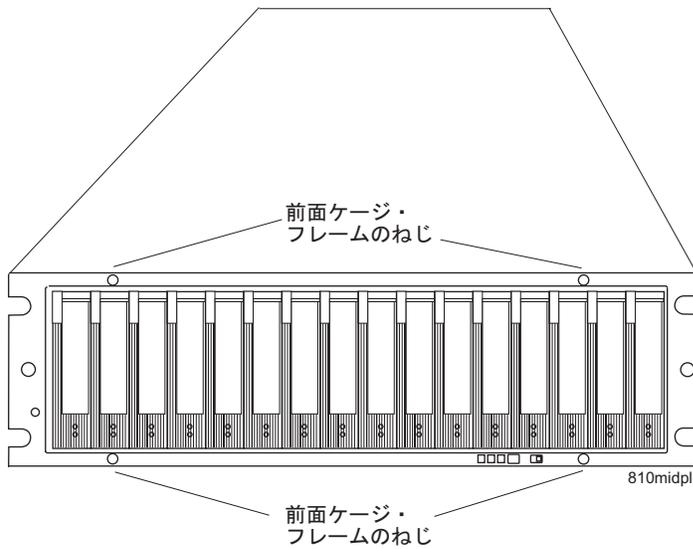

図 84. 前面ケージ・フレームねじ位置
9. #1 プラスねじ回しを使用して、170 ページの図 84 に示すように、ミッドプレーンの前面ケージ・フレームのねじ 4 個を緩めます。
16. 前面ケージ・フレームの 4 個のねじを締めます。170 ページの図 84 を参照してください。